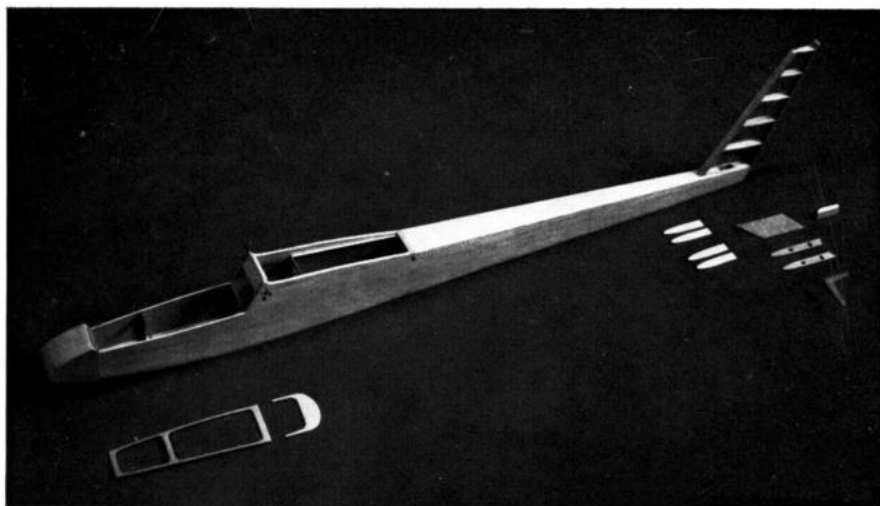

Abb. 5 Der Rumpf mit Seitenflosse. Davor einige Einzelteile.
Nach dem Durchtrocknen dieser Klebungen sind die restlichen Rippen (53)—(56) einzupassen und zu verkleben. Diesen Bauzustand zeigt die Abb. 5.